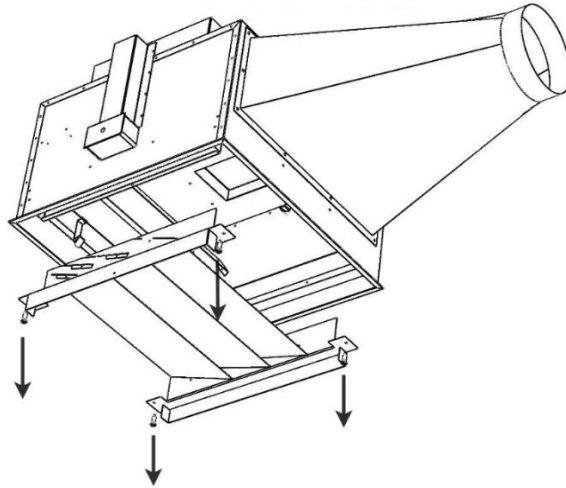

Figure 3. Dévisser entièrement les 4 visse maintenant la barrière UVC en place, puis tirer doucement celle-ci vers le bas
- c. Dévisser les 4 visse tenant la barrière UVC, puis tirer doucement celle-ci vers le bas (Figure 3).